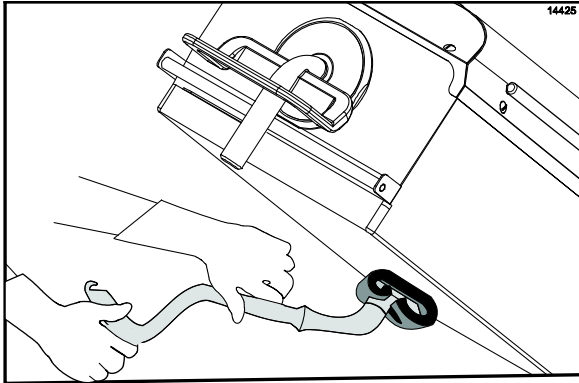

Abbildung 50
17. Beginnend mit der rechten oberen Grillplatte und dann zur linken übergehend die Grillreinigungsflüssigkeit auftragen. (Siehe Abbildung 50.)